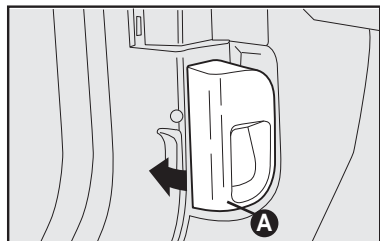

fig. 93
- 1) Tire de la palanca **A**-fig. 93.